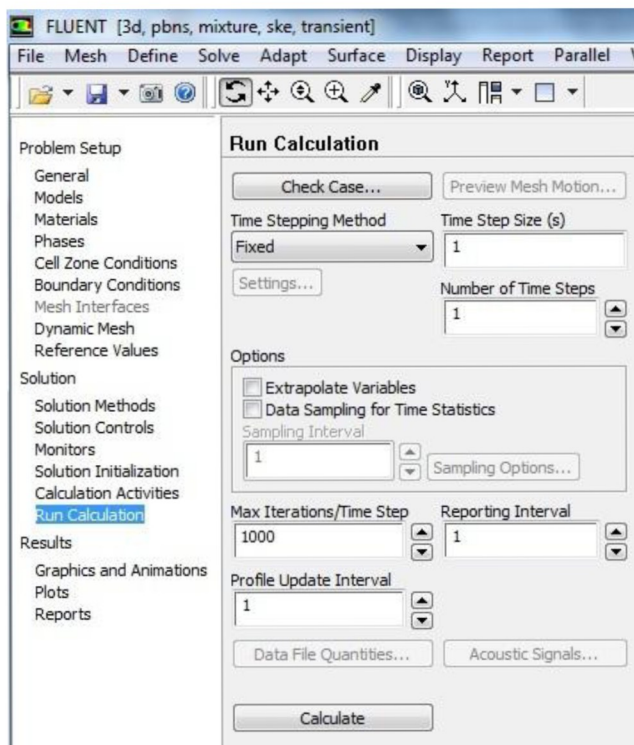

Рисунок 40 – Запуск процесса расчета (*Run Calculation*)
7. Запускаем расчет для 1000 итераций с помощью следующих действий (рисунок 40):